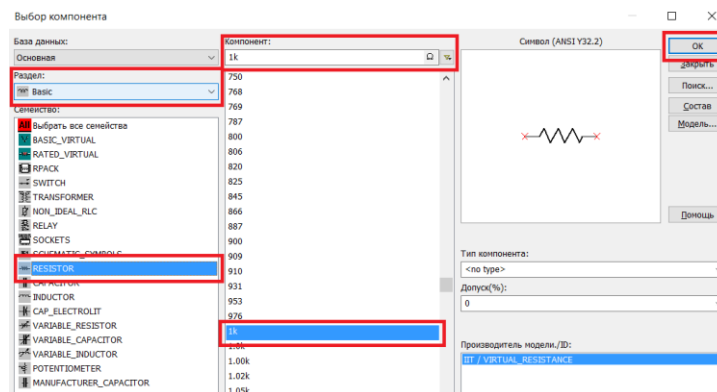

Рисунок 1.4 – Выбор компонента электрической цепи в программе "Multisim"
3.5. В окне "Выбор компонента" выбираются разнообразные элементы электрической цепи. Во вкладке "Раздел" – "Basic", чуть ниже во вкладке "Семейство" – "RESISTOR". Выберите номинал резистора (приложение А) по поиску во вкладке "Компонент" или прокручивая колёсиком мыши. После того, как был найден нужный номинал, нажимайте на него левой клавишей мыши и сверху справа кнопку "OK", рисунок 1.4.